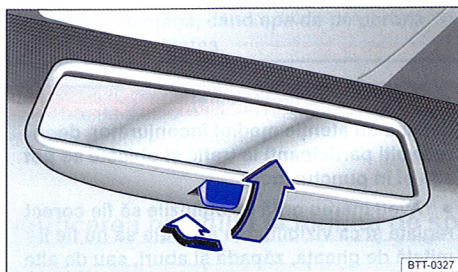

Fig. 98 Oglinda interioară cu efect heliomat manual.
- Pentru poziția heliomată, trageți maneta spre înapoi ⇒ fig. 98.
- ① Lampa de control
- ② Comutator
- ③ Senzorul pentru recunoașterea luminii din spate
Reglarea automată cu efect heliomat se poate activa și dezactiva de la comutatorul din oglinda interioară ⇒ fig. 98 ②. Când funcția automată antiiorbi-re este activată, se aprinde lampa de control ①.